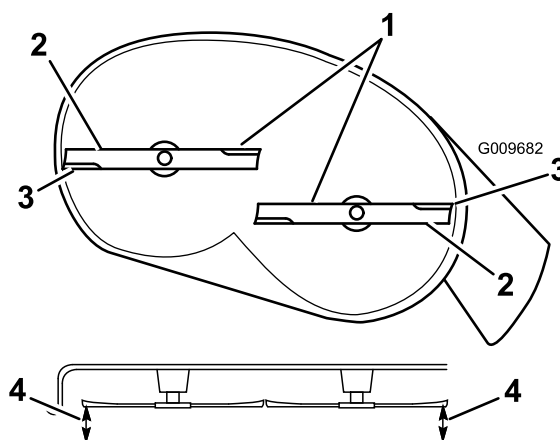
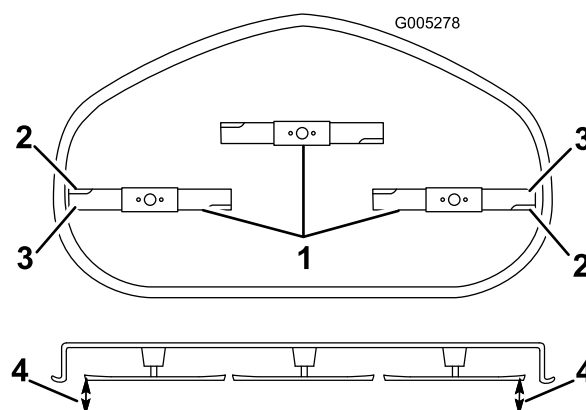

Figure 60
Figure 61
4. Faites pivoter les lames avec précaution pour qu'elles soient toutes parallèles (Figure 60 et Figure 61).
5. Mesurez la distance entre les tranchants extérieurs et la surface plane (Figure 60 et Figure 61). Si les deux mesures diffèrent de plus de 5 mm, un réglage s'impose. Poursuivez la procédure.